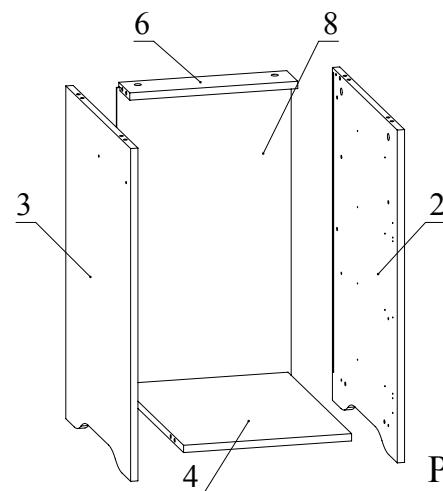

Рис.4
- Установите детали 6 и 4 на деталь 3 и зафиксируйте, повернув головки минификс по часовой стрелке до упора. Вставьте в пазы деталей 3, 4, 6 деталь 8 (Рис. 4). Установите деталь 2 на детали 4, 6 и зафиксируйте, повернув головки минификс по часовой стрелке до упора (Рис. 4).